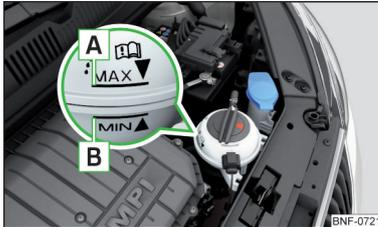

Abb. 110
**Kühlmittelstand prüfen** - der Kühlmittelstand muss zwischen den Markierungen **A** und **B** liegen » Abb. 110. Liegt der Kühlmittelstand unterhalb der Markierung **B**, das Kühlmittel nachfüllen.
Die **Spezifikation** des Kühlmittels ist auf dem Kühlmittelausgleichsbehälter aufgeführt » Abb. 110.
- Das Kühlmittel nicht über die Markierung **A** auffüllen » Abb. 110. Das Kühlmittel könnte bei Erwärmung aus dem Kühlsystem gedrückt werden - es besteht die Gefahr einer Beschädigung der Motorraumteile.